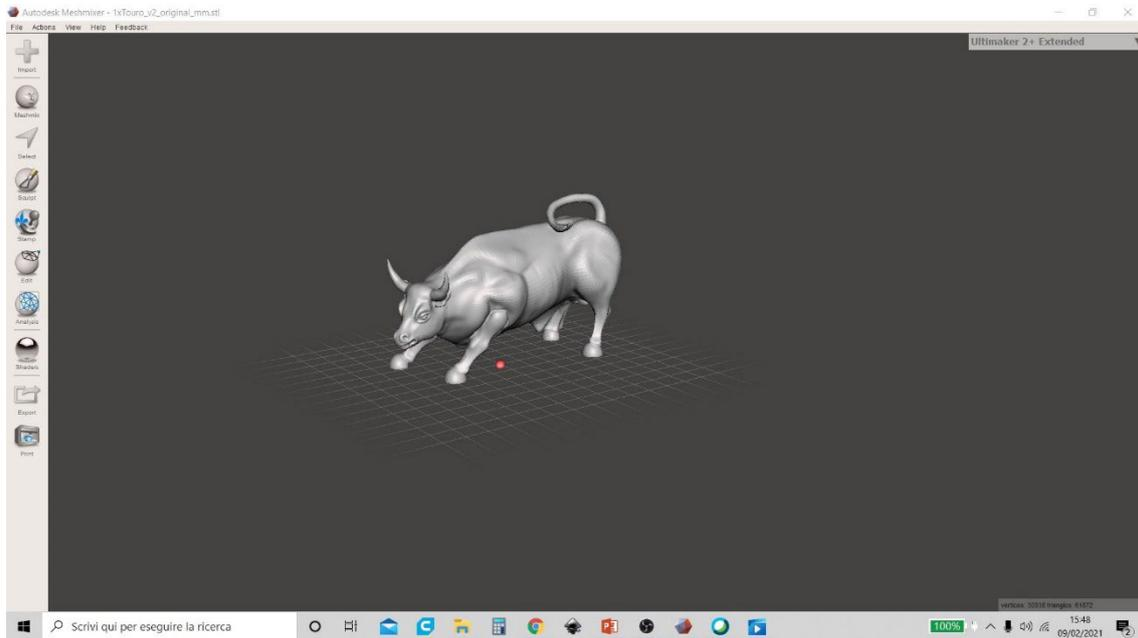

Figura 26 Meshmixer
1. Meshmixer è il software più utilizzato per la creazione (in modo ottimizzato) del materiale di supporto necessario per il successo di una stampa 3D. Per avviare la procedura, l'utente deve importare il modello nell'area di lavoro del software (Figura 26 Meshmixer).